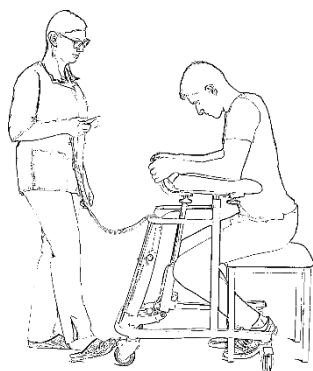

Fig. 2
- 5 Azionare i freni su tutte le rotelle (vedere la Fig. 2).
- 6 Aiutare o incoraggiare il paziente ad afferrare ambedue le maniglie e a utilizzarle per alzarsi (vedere la Fig. 2).